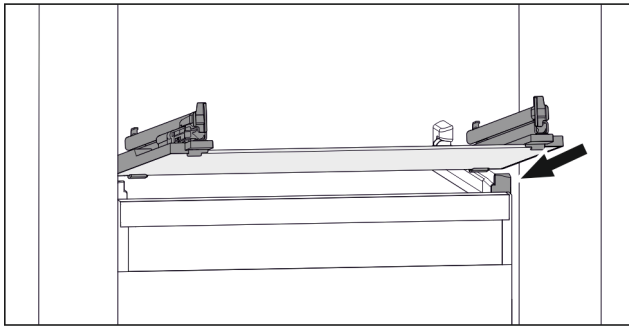

Fig. 48 Przykładowa prezentacja płyty szklanej
- ▶ Założyć płytę szklaną pod skosem za stoperami. (patrz Fig. 48)